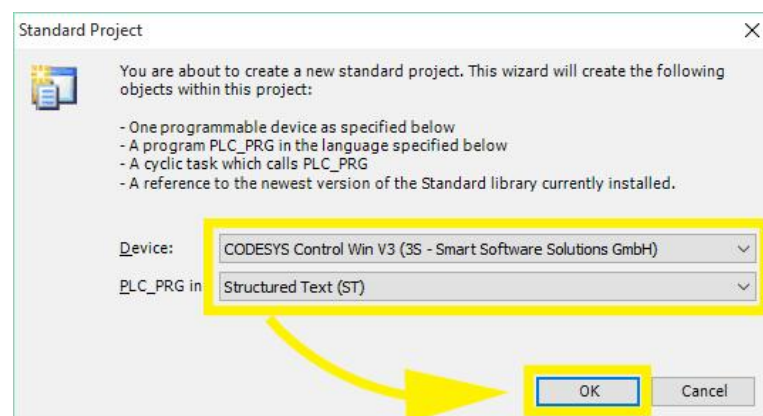

Рис.6. Вікно Standard Project
2.7. У вікні **Standard Project** (рис.6) потрібно обрати пристрій керування (**Device**) **CODESYS Control Win V3 (3S - Smart Software Solutions GmbH)** та у вікні **PLC\_PRG** мову програмування **Structured Text (ST)**. Натиснути **OK**.